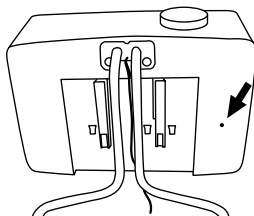

Fig.5
- En caso de sobrecalentamiento actuará el dispositivo de seguridad térmica y el aparato dejará de funcionar. Cuando esto suceda se debe desconectar el aparato de la red y dejar que se enfríe. A continuación presionar el botón de rearme situado en la parte trasera del conjunto eléctrico con la punta de un bolígrafo o similar para poner de nuevo el aparato operativo para el funcionamiento (Fig. 5).
- Esta freidora dispone de un deflector anti-turbulencias con forma de embudo (M).